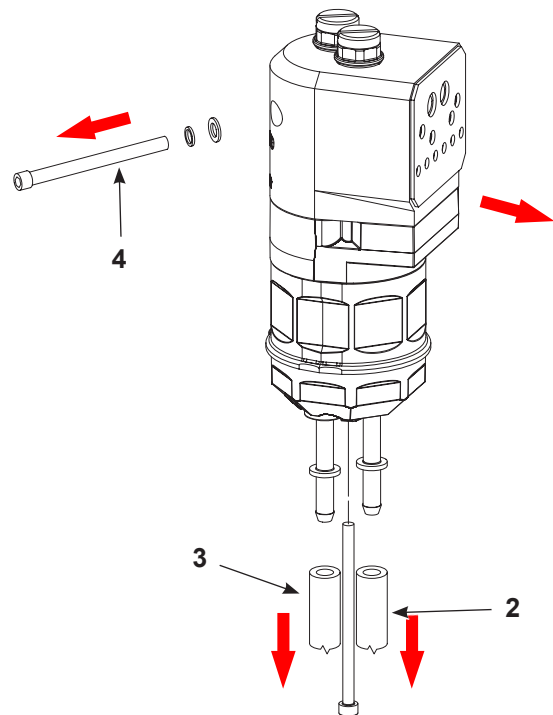
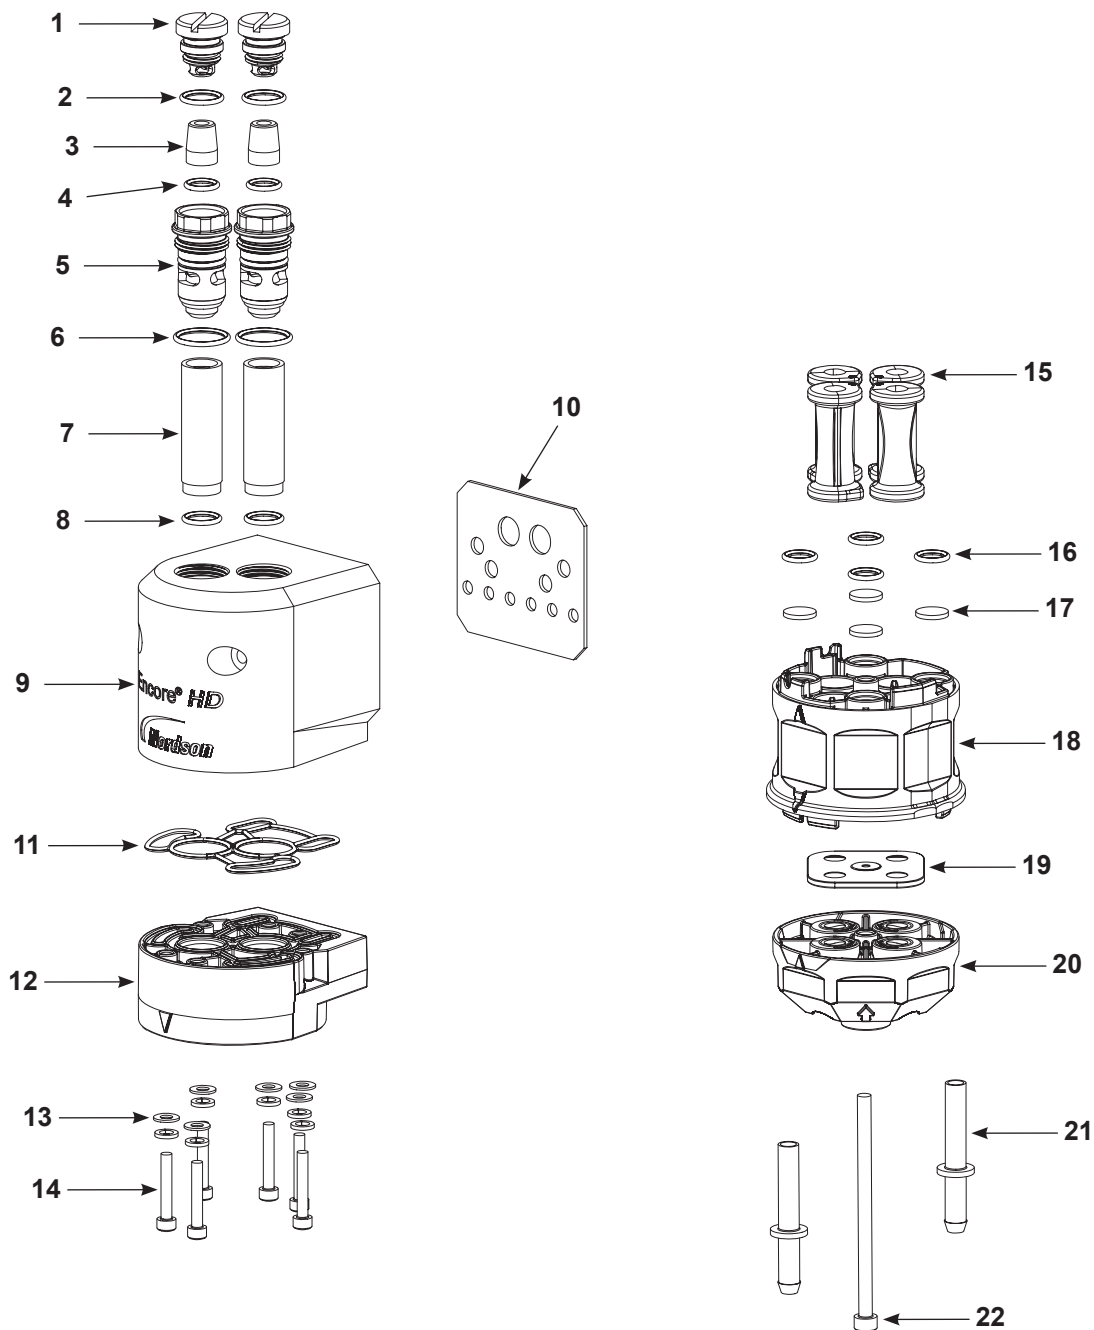

Figura 19 Pregătirea dezasamblării pompei standard
Figura 20 Dezasamblarea pompei (este prezentat modelul Encore HD)
**NOTĂ:** De fiecare dată când este dezasamblată pompa, garnitura bloc Y (articolul 19 din Figura 20) trebuie înlocuită.
2. Vezi figura 19. Deconectați tubulatura pentru pulbere de admisie (2) și de ieșire (3) din partea inferioară a pompei.
3. Îndepărtați elementele metalice pentru montarea tabloului ce fixează pompa de panoul pompei (4) și aduceți pompa pe o suprafață de lucru curată.
4. Vezi figura 20. Dezasamblați pompa așa cum este prezentat, începând cu tuburile de fluidizare. Garniturile lipite nu trebuie desfăcute decât dacă sunt deteriorate. Consultați *Înlocuirea garniturii pompei* de la pagina 23 dacă este necesară înlocuirea.